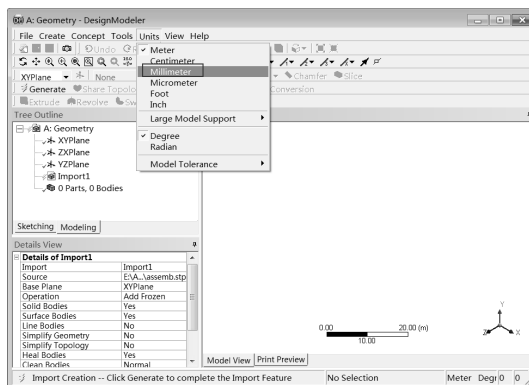

图 13-44 生成前的 DesignModeler 界面
Step3：双击项目 A 中的 A2 Geometry 选项，此时会进入 DesignModeler 界面，选择 Millimeter 选项。此时设计树中 Import1 前显示 ⚡，表示需要生成，图形窗口中没有图形显示，如图 13-44 所示。